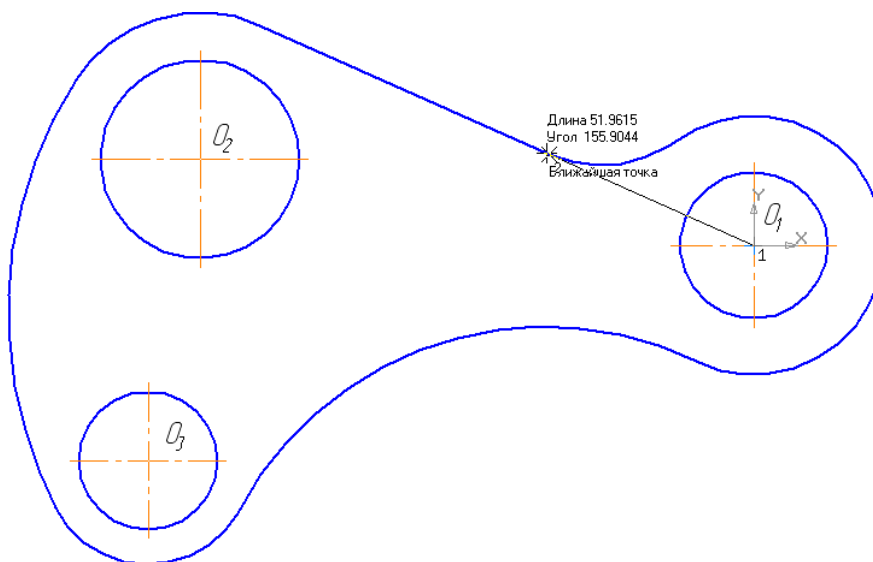

Рис. 7
4. Постройте отрезок, проходящий из центра окружности O_1 до касательной прямой стилем линии **Тонкая**. Этот отрезок определяет направление касательной через центр окружности O_1 и необходим для правильного чтения чертежа, рис. 7.